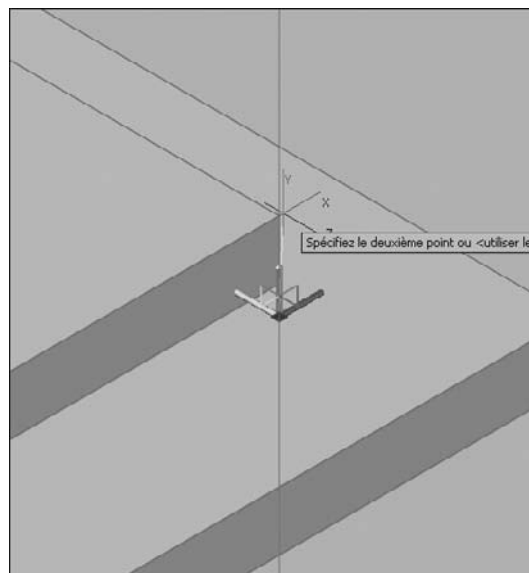

Fig.18.14
- 13 L'étape suivante consiste à creuser partiellement la porte de 1.5 cm de profondeur de part et d'autre. Il convient pour cela de déplacer de 2.5 cm vers le haut les deux rectangles intérieurs. Utilisez pour cela la fonction **Déplacer 3D** (3D Move) (fig.18.14).